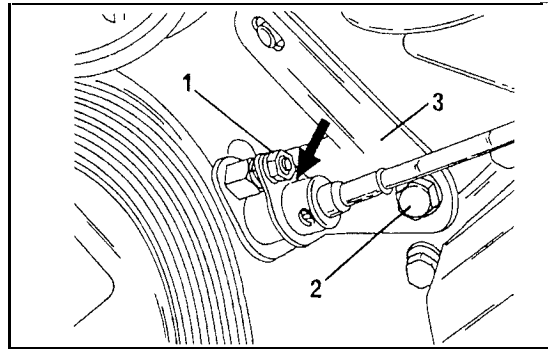

Bild 110
○ Den OT-Geber ausbauen (dieser gibt elektrisch an, wenn sich der erste Kolben auf dem oberen Totpunkt im Verbrennungstakt befindet). Dazu die Sechskantmutter (1) in Bild 110 lösen, das Kabel des Gebers aus der Halterung (3) herausziehen und das Kabel auf eine Seite legen, damit sie nicht weiter im Wege ist.